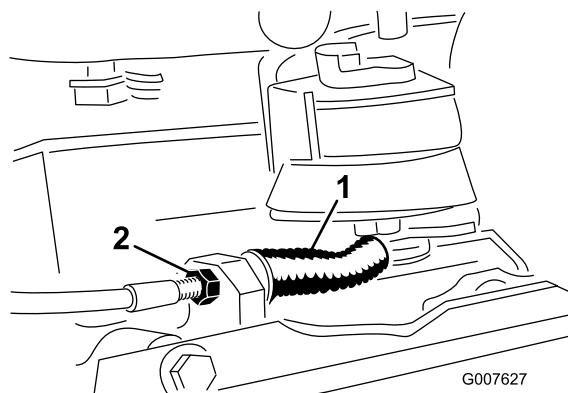

図 32
- ・ ケーブルの張りをゆるくするには、ケーブルの前ジャムナットをゆるめて後ジャムナットを締める（図 32）。必要に応じて上記ステップ1と2を繰り返して再調整する。
- ・ ケーブルの張りを強くするには、後ジャムナットをゆるめて前ジャムナットを締める（図 32）。必要に応じて上記ステップ1と2を繰り返して再調整する。